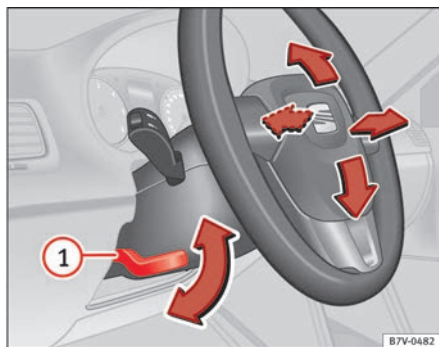

Fig. 126 Ajuste mecânico do volante.
- Mova a alavanca ⇒ Fig. 126 ① para baixo.